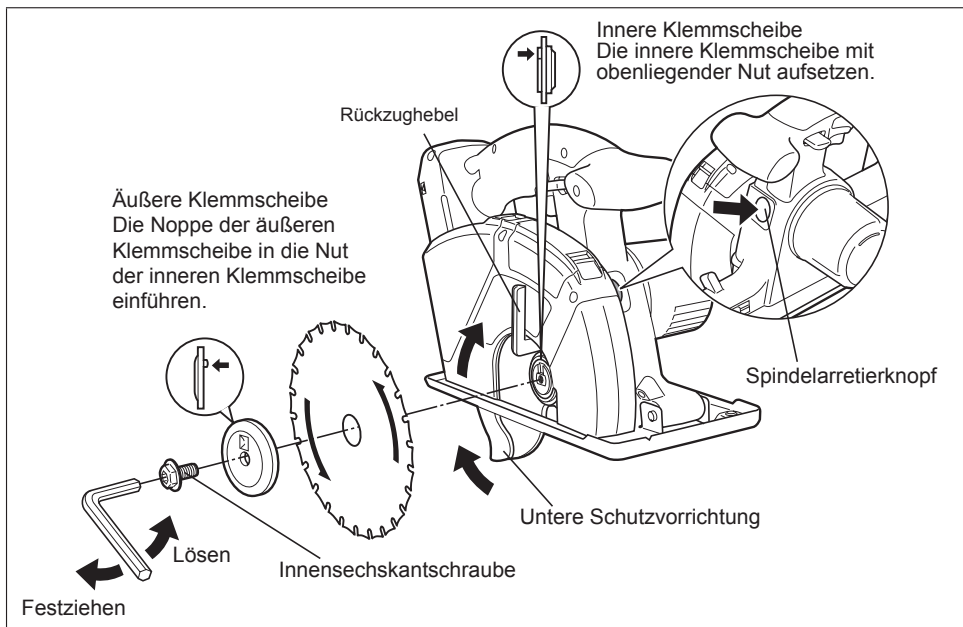

Abb. 6
Darauf achten, dass die Imbusschraube korrekt festgezogen ist. (Siehe Abb. 6.)
4. Das Blatt entsprechend der obigen Darstellung anbringen. (Siehe Abb. 6.) Achten Sie darauf, dass die Pfeile auf Blatt und Klarsichthaube in die gleiche Richtung weisen.